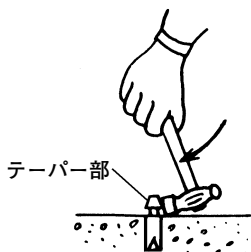

図 11
- (5) 手ハンマなどでアンカーのテーパ部を折り取ります。(図11)